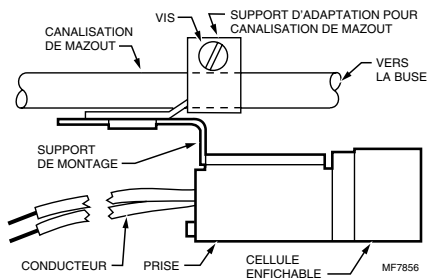

Fig. 5. Utiliser le support d'adaptation pour canalisation de mazout pour installer le C554A sur la canalisation de mazout.
- 7 Installer le support d'adaptation pour canalisation de mazout sur la canalisation de mazout au moyen de la vis et de l'écrou fournis (voir la Fig. 5).